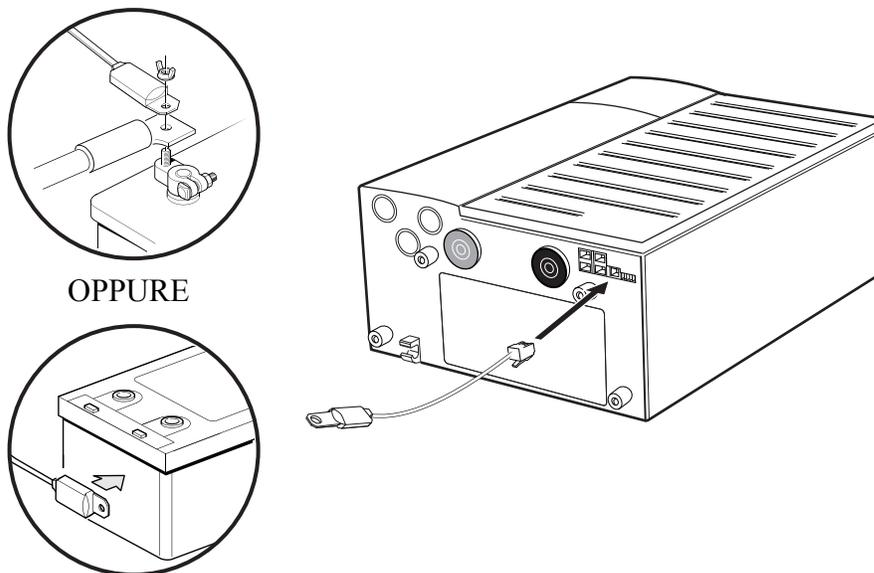

Figura 3-5 Installazione del sensore della temperatura della batteria
2. Instradare il cavo BTS verso il vano batterie, quindi collegare il BTS utilizzando uno dei seguenti metodi (come mostrato nella Figura 3-5 a pagina 3-10):